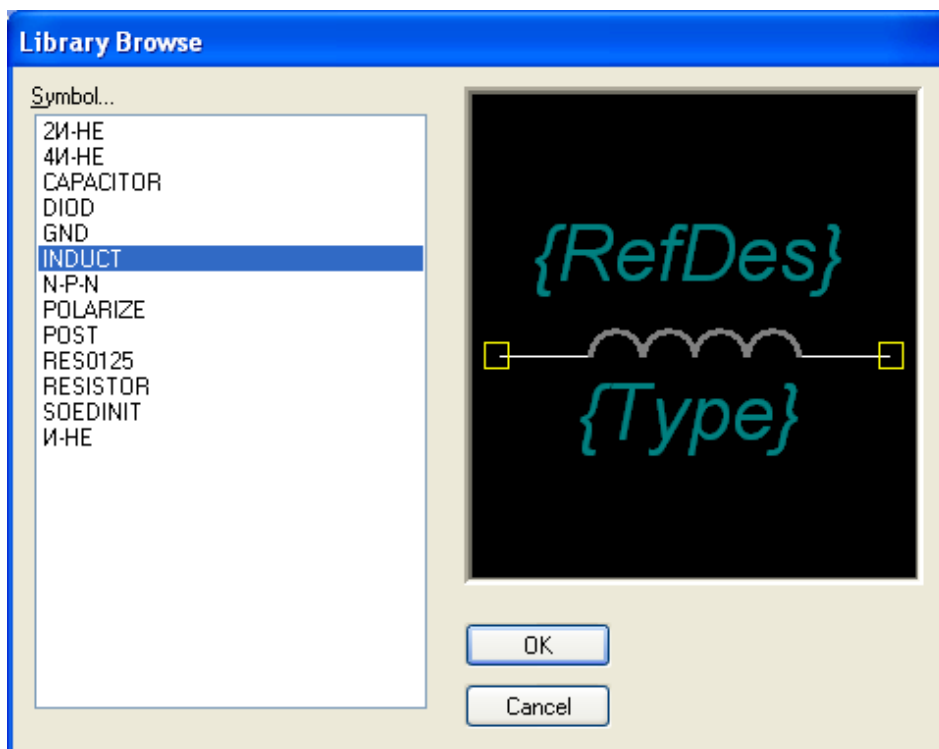

Рисунок 3.40 - Выбор символа индуктивности
- Для этого следует нажать кнопку **Select Symbol**. В открывшемся окне **Library Browse** в списке символов найти «**INDUCT**», выделить его и нажать кнопку **OK** (рис. 3.40).